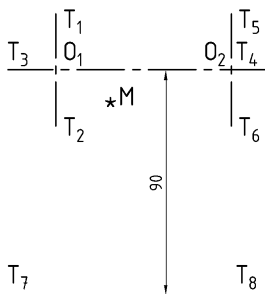

Рис. 83. Построение отрезка T_7T_8
3. На расстоянии 90 мм от отрезка T_3T_4 , при помощи команды *Offset* (*Подобие*) строится горизонтальный отрезок T_7T_8 (рис. 83):